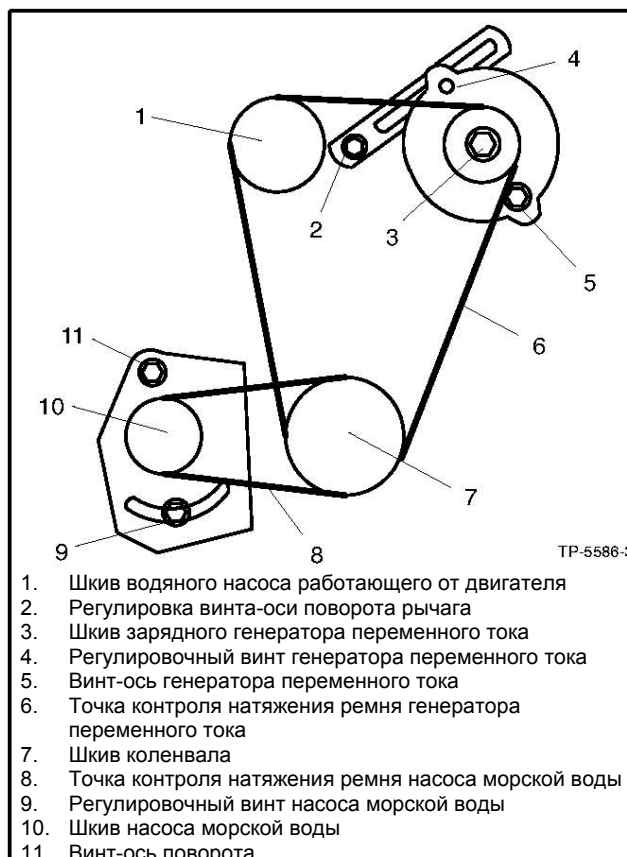

Рисунок 5-5 Натяжение ремня (стандартное)
2. Проверить натяжение ремня в средней точке самого длинного отрезка ремня используя инструмент настройки ремня выставленного на значение 55 футов фунт. См. Рисунок 5-5. Повторить измерение натяжения нового ремня через 10 минут работы.
2. Проверить натяжение ремня в средней точке самого длинного участка ремня нажимая на ремень пальцем. См. Рисунок 5-5 и Рисунок 5-6. Если натяжение ремня не соответствует требованиям, переходите к п.3. Если ремень в норме, то переходите к п.7.